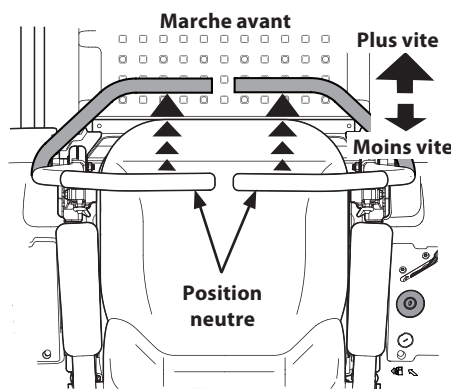

Figure 3-3
1. Poussez les barres de conduite lentement et graduellement vers l'avant. L'appareil commencera à avancer. Voir Figure 3-3.